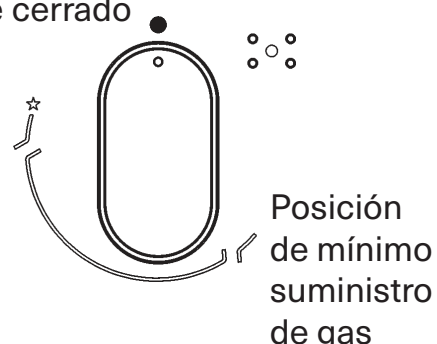

Fig. 22
Presione y haga girar en sentido contrario al de las agujas del reloj el botón giratorio correspondiente al quemador que desea utilizar hasta alcanzar la posición de Máximo (llama grande fig. 22). A continuación, presione el mando hasta el fondo.
En los quemadores dotados de termopar de seguridad, gire el botón giratorio correspondiente al quemador que desea utilizar en sentido contrario al de las agujas del reloj hasta la posición de Máximo (llama grande fig. 22) y presiónelo al advertir un tope. Una vez encendido el quemador, mantenga presionado el botón giratorio durante unos 10 segundos.
- Ponga el botón giratorio en la posición de Mínimo una vez alcanzado el punto de ebullición (llama pequeña fig. 22).
- El encendido de los quemadores con termopares de seguridad solo puede efectuarse cuando el mando se encuentra en la posición de Máximo (fig. 22).